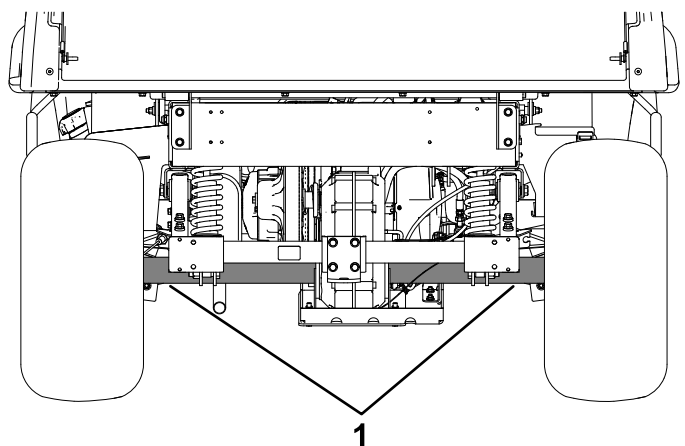

Figure 20
- Le point de levage arrière de la machine est situé sous les tubes d'essieu (Figure 20).